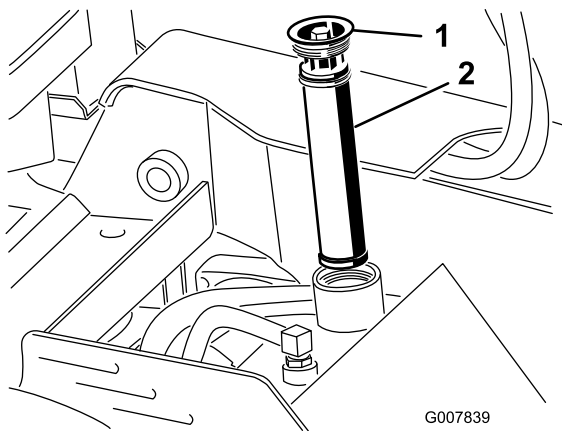

Figure 55
4. Déposez l'ancien filtre et mettez-le au rebut (Figure 55).
5. Mettez en place le filtre hydraulique de rechange et le bouchon de remplissage (Figure 55), et serrez le boulon sur le dessus à un couple de 13 à 15,5 N·m.